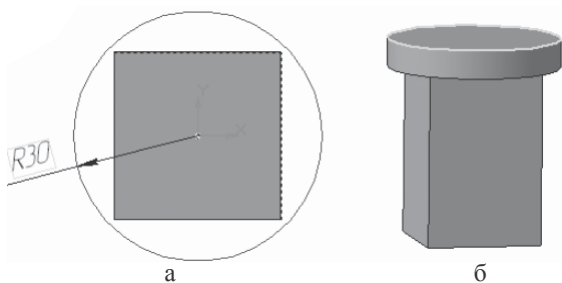

Рис. 2
- установите курсор мыши в начало координат (сработает глобальная привязка Ближайшая точка). Постройте окружность радиусом 30 мм (рис. 2 а);
- щелчком ЛКМ выделите верхнюю грань цилиндра (вы укажите плоскость для дальнейшего построения – зеленая) –рис. 2 б;